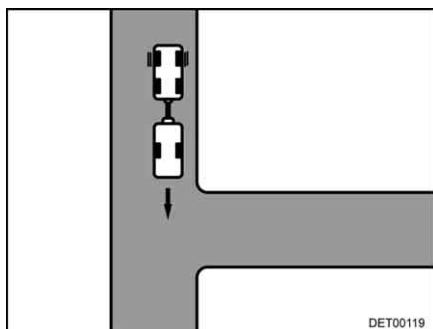

Fig. 18 Manœuvre à effectuer
- Se déplacer vers l'entrée, jusqu'à ce que l'arrière de la caravane se trouve, à peu près, à la hauteur de l'entrée (Fig. 18).